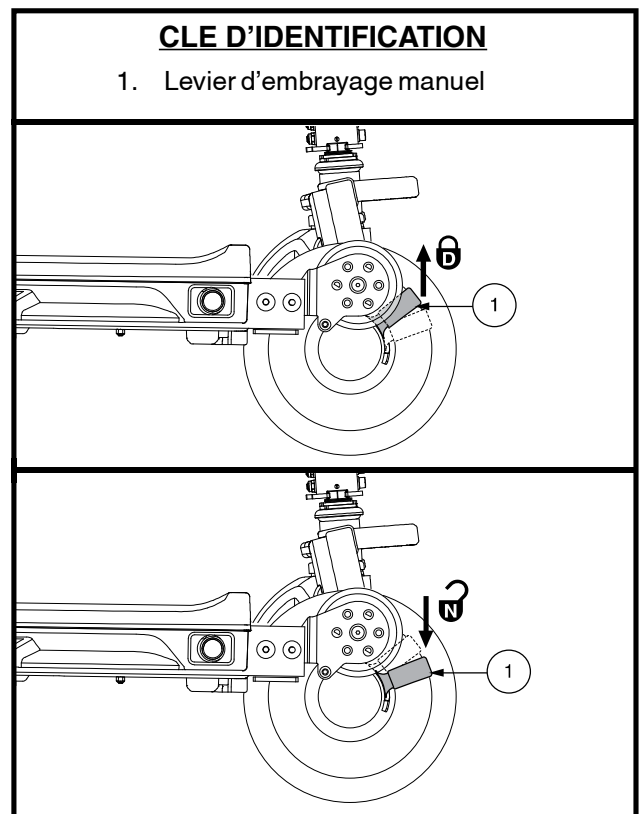

Figure 5. Levier d'embrayage manuel
3. Localisez le levier de roue libre manuel près de la roue avant. Voir la figure 5.
3. Assurez-vous que le scooter est en mode de conduite. Voir la figure 5.